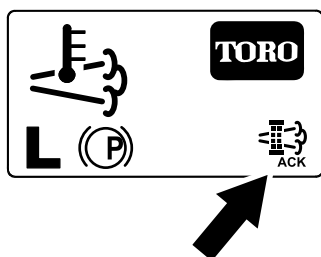

Figura 67
8. El InfoCenter muestra la página de inicio y el icono de reconocimiento de regeneración (Figura 67) aparece en la esquina inferior derecha de la pantalla mientras se procesa la regeneración.